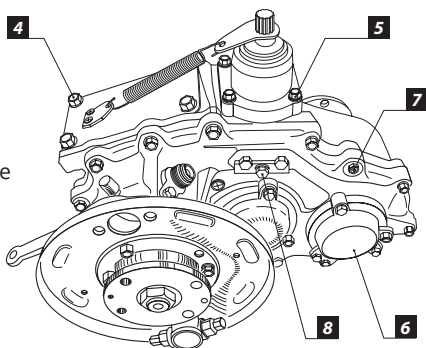

Рис. 3
5. Открутите 4 болта крепления крышки люка [4] (Рис. 3).